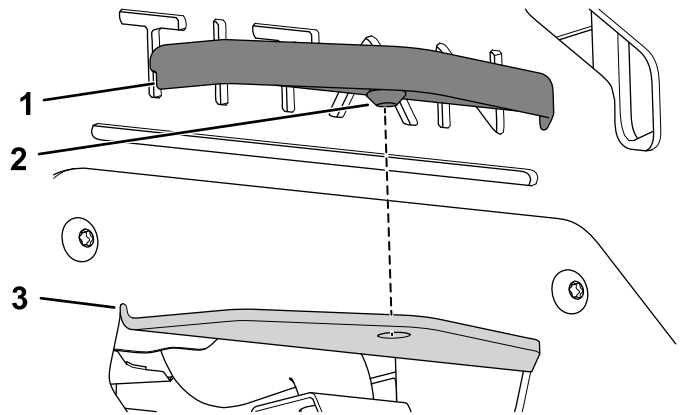

Figure 20
2. Placez la protection au-dessus de l'attelage et poussez-la en place (Figure 20).